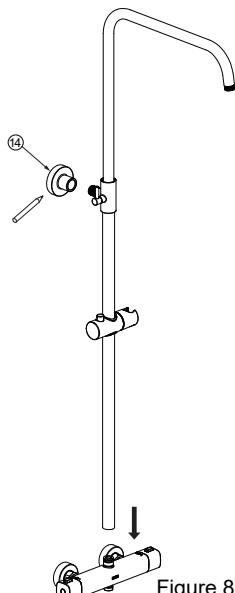

Figure 8
c) Connectez le rail de la colonne montante à la barre de douche thermostatique et marquer la position du connecteur de tuyaux sur le mur (Figure 8).